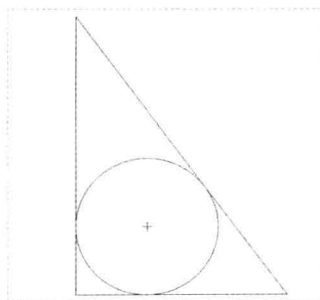

图 2-61 绘制圆
Step 04 在右侧的倾斜直线上单击鼠标左键，并单击鼠标中键，即可通过 3 相切绘制圆，如图 2-61 所示。